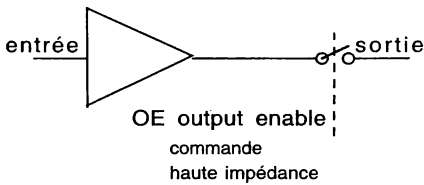
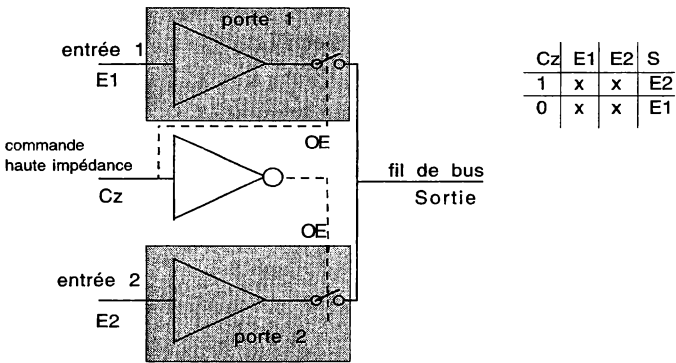

Figure 1.1. La logique 3 états
Figure 1.2. Buffer trois états
La logique trois états comporte un état supplémentaire appelé haute-impédance (HZ). Dans ce cas, le circuit se comporte comme si il était déconnecté de la liaison. Sa sortie peut être simulée par un interrupteur ouvert (voir figure 1.1).
En fonctionnement « normal », un état logique à l'entrée se retrouve en sortie (interrupteur fermé). L'état haute impédance est commandé par une entrée supplémentaire nommée OE (*Output Enable*). Sur la figure 1.1, celle-ci ouvre l'interrupteur avec un niveau logique 1. Ceci permet de brancher plusieurs sorties de circuits logiques sur un même fil de liaison (voir figure 1.2). L'inversion créée au niveau de la commande OE des deux portes, permet un fonctionnement « normal » d'une porte alors que l'autre est en état haute impédance et inversement.